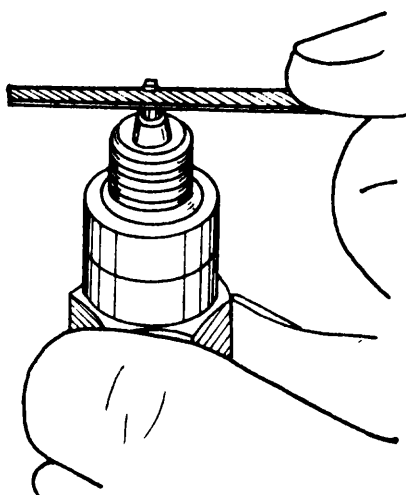

Fig. 4
- a Lime los electrodos de las bujías, si es necesario (fig.4).